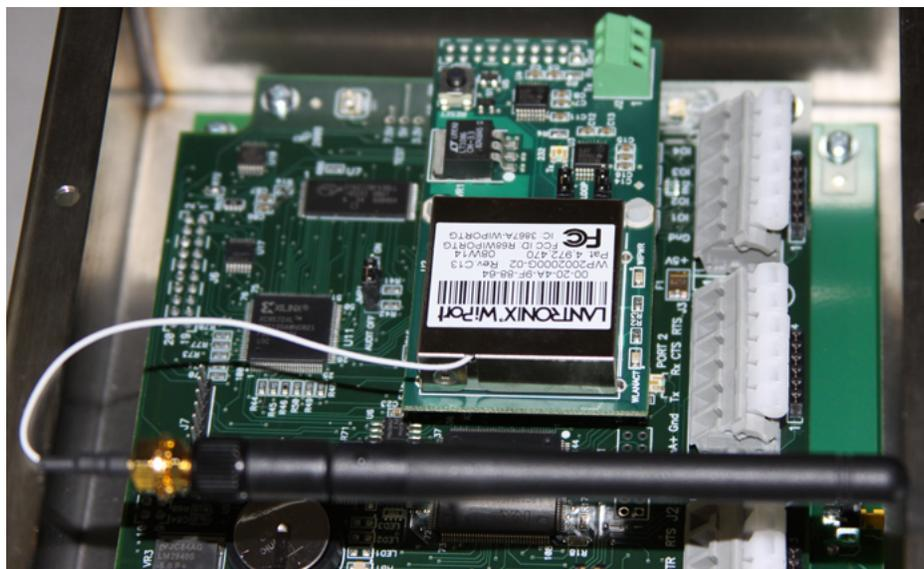

Figure 4-2. Antenne installée sur la carte
1. Si l'antenne n'est pas déjà connectée, vissez-la en place comme sur l'Figure 4-2.